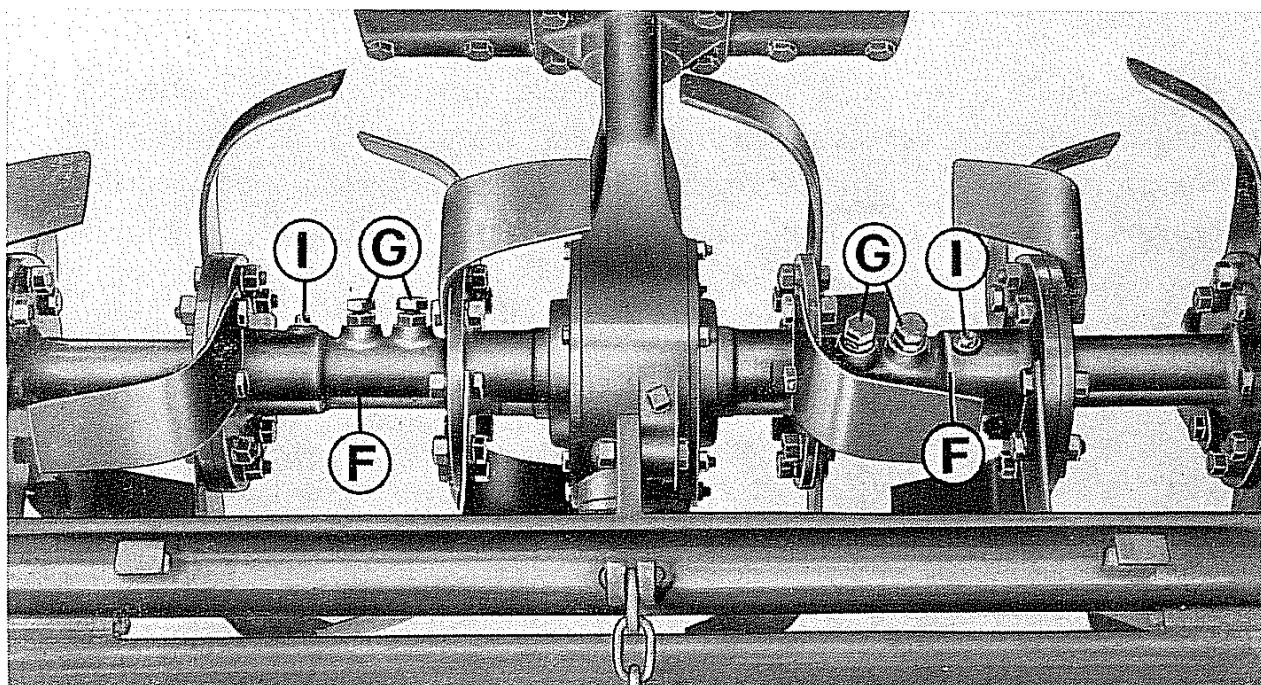

Fig. 3 - Smontaggio supporti zappe calettati.
Per lo smontaggio dei supporti zappe calettati **F** (fig. 3) occorre svitare di alcuni giri le 4 viti **G** (fig. 3) munite di apposito dado di bloccaggio.
N.B. - Tenere costantemente controllato il livello dell'olio tramite il tappo « A ». Per effettuare detto controllo è necessario portare la fresa in posizione orizzontale rispetto al terreno quindi svitare il tappo « A » e controllare che il livello dell'olio sia compreso tra le 2 tacche segnate sull'astina. A brevi periodi introdurre olio dai tappi « I » (fig. 3); tale olio può essere di qualità scadente, trattandosi di lubrificazioni secondarie ed indipendenti dal gruppo conico centrale.